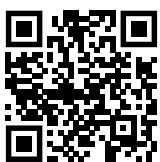

Fig. 168
- Откройте Liebherr SmartMonitoring Dashboard. (см. Fig. 168)